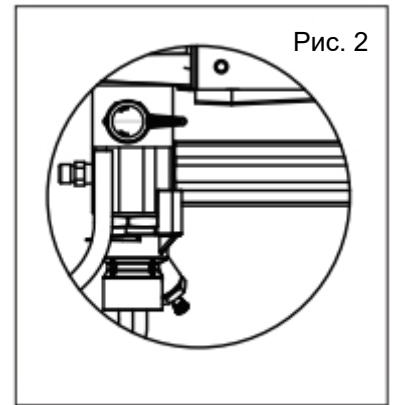

Рис. 2
Положение рычага по горизонтали (Рис. 2)
3. Откройте клапан сброса давления (3) в исходном положении для циркуляции.
4. Установите системный выключатель (5) в положение "Открыто".
6. Закройте клапан сброса давления в положении "Распыление" на рис. 2.
5. Закройте предохранительный клапан в положении "Распыление" на рис. 2.